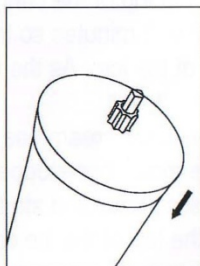

Figure 2
4. Coloque la tapadera sobre el bote para nieve (Figure 2)